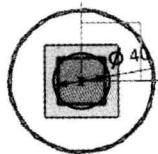

图 1.2.5 草图 1
Step6. 创建图 1.2.5 所示的草图 1。选择下拉菜单 **插入(S) → 在任务环境中绘制草图(W)…**
所示的艺术样条曲线特征 1 和图 1.2.5 所示的草图 1 为扫掠的引导线串，并分别单击中键确认。单击“扫掠”对话框中的 $\langle\text{确定}\rangle$ 按钮。完成扫掠特征 1 的创建。